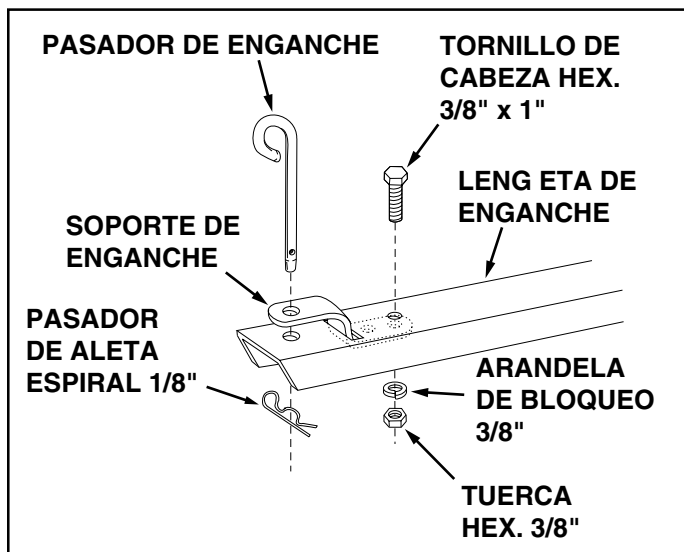

FIGURA 13
19. Pase el extremo del soporte de enganche (dos orificios) a través de la ranura situada en la parte delantera de la lengüeta de enganche. Fíjelo a la lengüeta utilizando el tornillo de cabeza hex. 3/8" x 1", la arandela de bloqueo 3/8" y la tuerca hexagonal 3/8". **Apriete.** Vea la figura 13.
20. Pase el pasador de enganche a través del soporte de enganche y de la lengüeta, y fíjelo con un pasador de aletas espiral 1/8". Vea la figura 13.